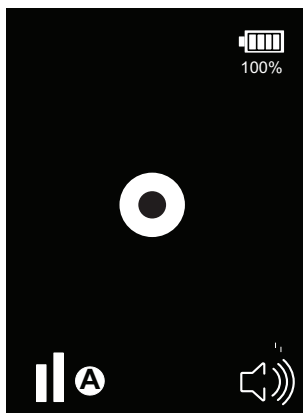

Bild 6: Display i stabilt läge.
3. CS LD 1.0 är redo att börja söka efter läckage när ett stabilt "beep"-ljud avges. Den inre cirkeln blinkar i takt med ljudet (bild 6).